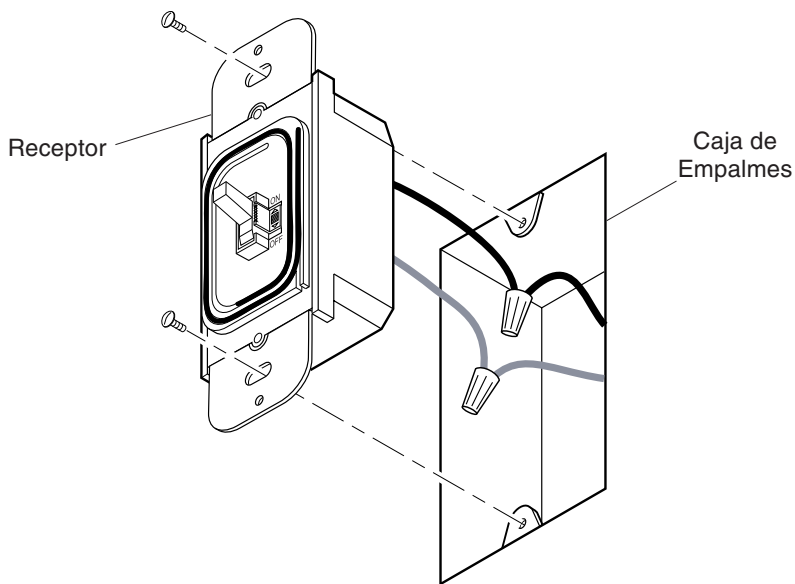

Figura 1 - Instalación del Receptor
4. Conecte uno de los cables que vienen del receptor con uno de los cables que desconectó del interruptor. Asegure los cables con uno de los conectores de cable suministrados (vea la Figura 1).